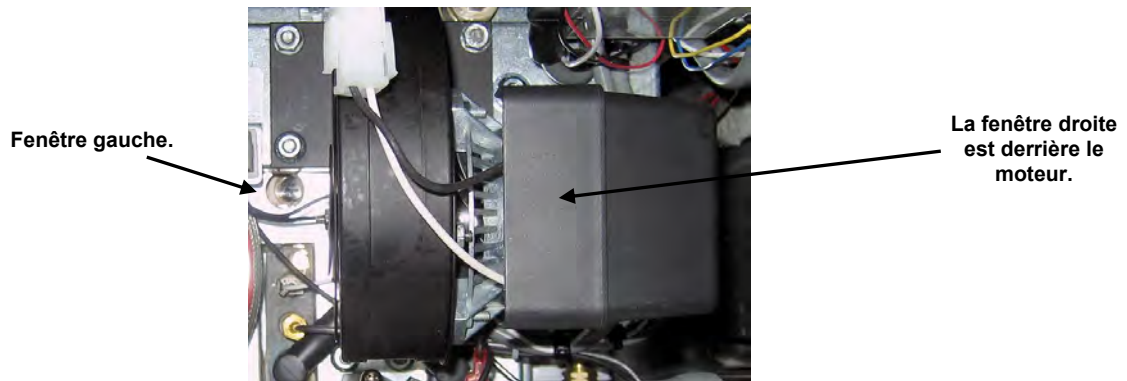

Figure 11
7. Une fois les brûleurs allumés pendant au moins 90 secondes, observer les flammes à travers les regards situés de part et d'autre du ventilateur de combustion (voir Figure 11).